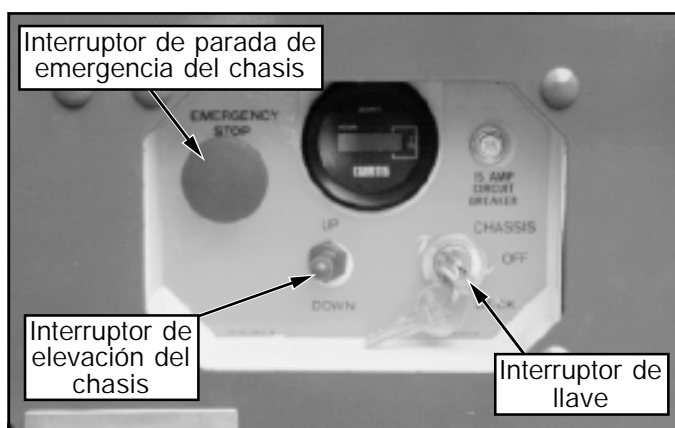

Figura 1: Chasis, lado izquierdo
10. Girar el interruptor de llave (Figura 1) a **CHASIS (CHASSIS)**.
11. Empujar el interruptor de elevación del chasis (Figura 1) a la posición **ELEVAR (UP)** y elevar totalmente la plataforma.